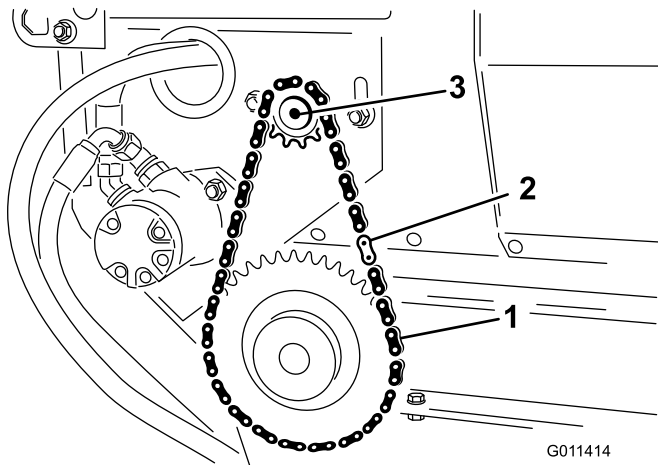

Figura 30
2. Remova o elo principal da corrente e remova a corrente das rodas motoras pequenas (Figura 30).